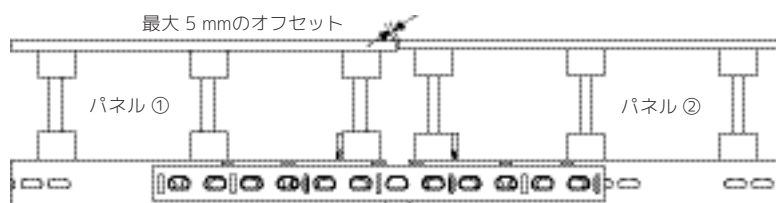
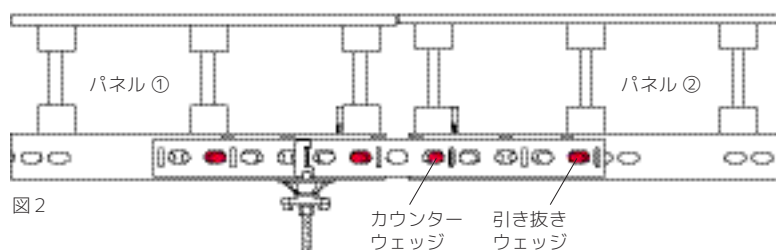

図 1
図 2
- 「VARIO カップリング VKS」をスチールウェーラーのジョイント部分の中央位置に配置します。(図 1)
- パネル ① に「VARIO アライメント クランプ VRS」を取付けます。
- パネル ② の「引き抜きウェッジ」を解放します。
- 「カウンター ウェッジ」を使用して、パネル ② のパネルのジョイント部分をわずかに開きます。(図 2)
- パネル ① の「引き抜きウェッジ」と「カウンター ウェッジ」を緩めます。
- 「カウンター ウェッジ」を使用してパネル ② のジョイント部分をしっかりと閉じます。